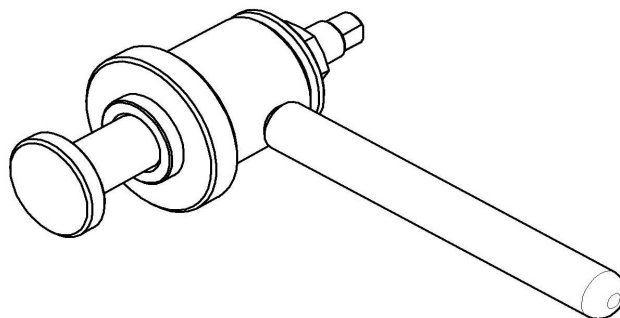

Рис. 13. Приспособление для запрессовки манжет.
- используя приспособление для запрессовки манжет (см. рис. 13) установить манжету 1;